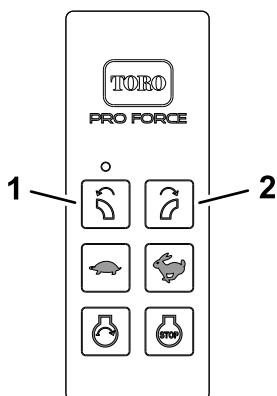

Figura 51
4. Apăsai i meninei simultan butoanele de ROTIRE DUZĂ LA STÂNGA i ROTIRE DUZĂ LA DREAPTA (Figura 51).
7. Apăsai i meninei butonul de ROTIRE DUZĂ LA STÂNGA (Figura 51).
8. Continuă să meninei butonul de ROTIRE DUZĂ LA STÂNGA (Figura 51) i rotii cheia de contact în poziția FUNCIONARE.
9. Eliberai butonul de ROTIRE DUZĂ LA STÂNGA (Figura 51) i rotii cheia de contact în poziția OPRIT.